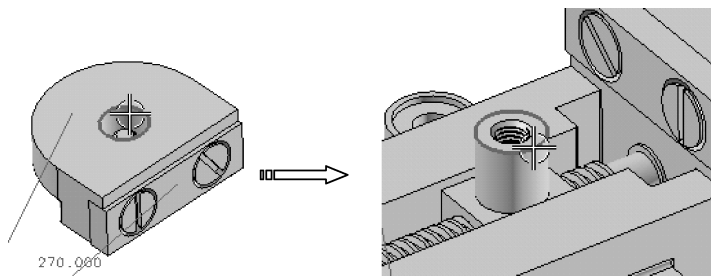

图 7-106 选择同心约束对象
- 05 以【同心】约束类型选择活动钳口的螺孔中心和方块螺母的螺孔中心作为同心约束对象，如图 7-106 所示。